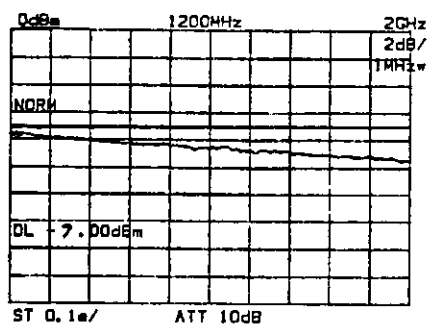

図 3-28 ケーブル損失特性
⑦ ケーブル損失に応じて被測定波形がディスプレイ・ラインから離れて表示されます(図 3-28)。